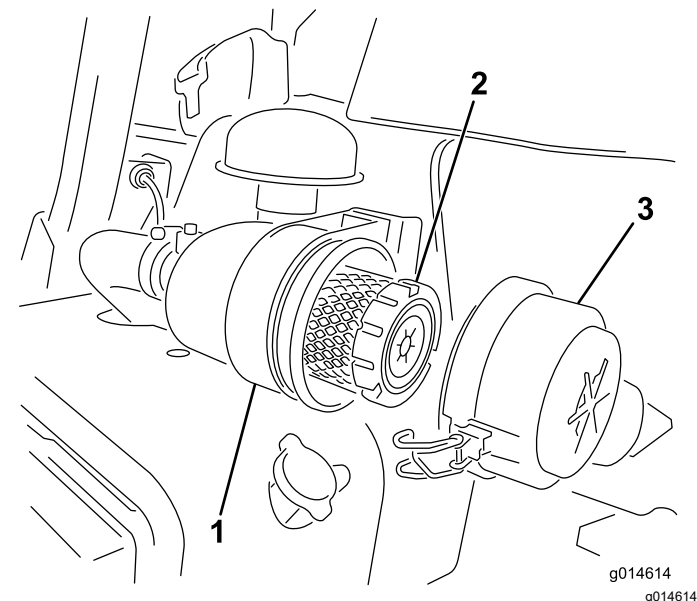

图 33
1. 松开将空气滤清器盖固定到空气滤清器壳体上的搭扣 图 33。
7. 固定搭扣 (图 33)。